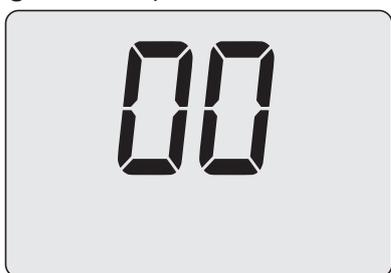

Figura 12.5
- Premendo il tasto 17 (Figura 12.2) sul display LCD appare il valore del parametro P06 (Figura 12.5).